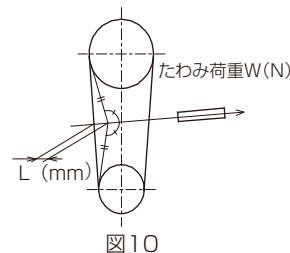

図10
- ①Vベルトの1本当たりの張力は、たわみ量Lの値を下式にて計算し、その時のたわみ荷重Wが図10・表2の範囲内になるようにセットしてください。
- ②Vベルトがプーリーになじんだ後(運転後24~28時間後)、緩みがある場合には①および図10・表2の適正張りに調整するようにしてください。
- ③②の初期の調整の後、2000時間ごとに張り再調整を行ってください。ベルトは初期伸び(約1%)を含め、ベルト周長が2%伸びた時点が寿命です。(運転時間で約5000時間)